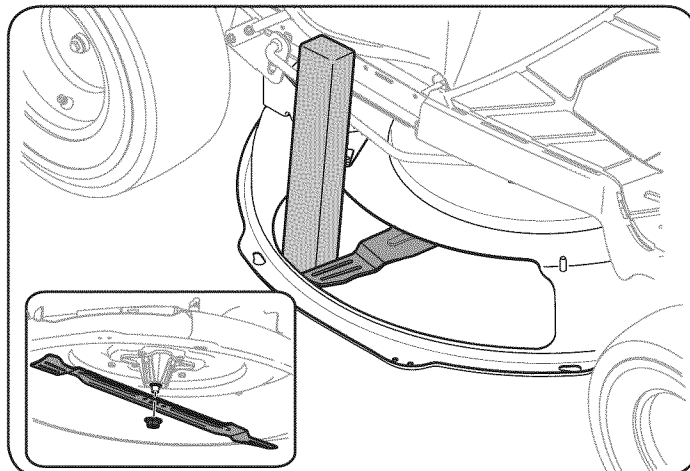

Figura 37
2. Use un bloque de madera o un 2 x 4, insértele dentro de la abertura de la plataforma y haga girar la cuchilla hasta que la madera haga cuña entre la abertura de la plataforma y la cuchilla de corte, como se indica en la Figura 37.
3. Extraiga la tuerca de brida hexagonal que asegura la cuchilla al montaje del husillo y retire la cuchilla. Vea el recuadro de la Figura 37.